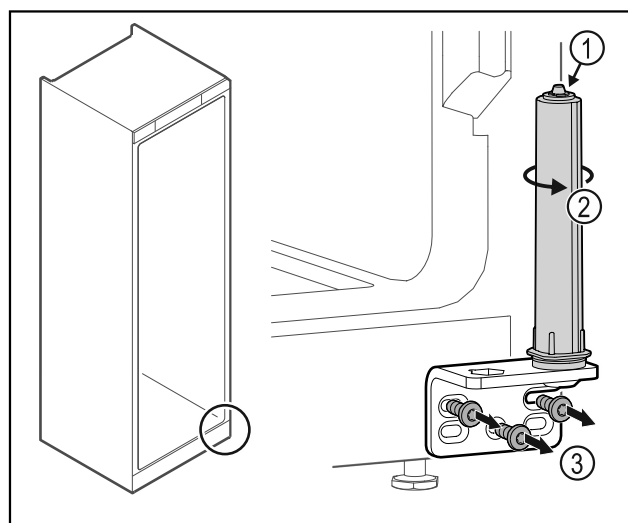

Fig. 29
- ▶ Ne szedje szét az ajtó zárrendszert Fig. 29 (1).
- ▶ Forgassa el a zárrendszert Fig. 29 (2), amíg az be nem kattann.
- ▶ Csavarozza le a csuklópántot Fig. 29 (3).